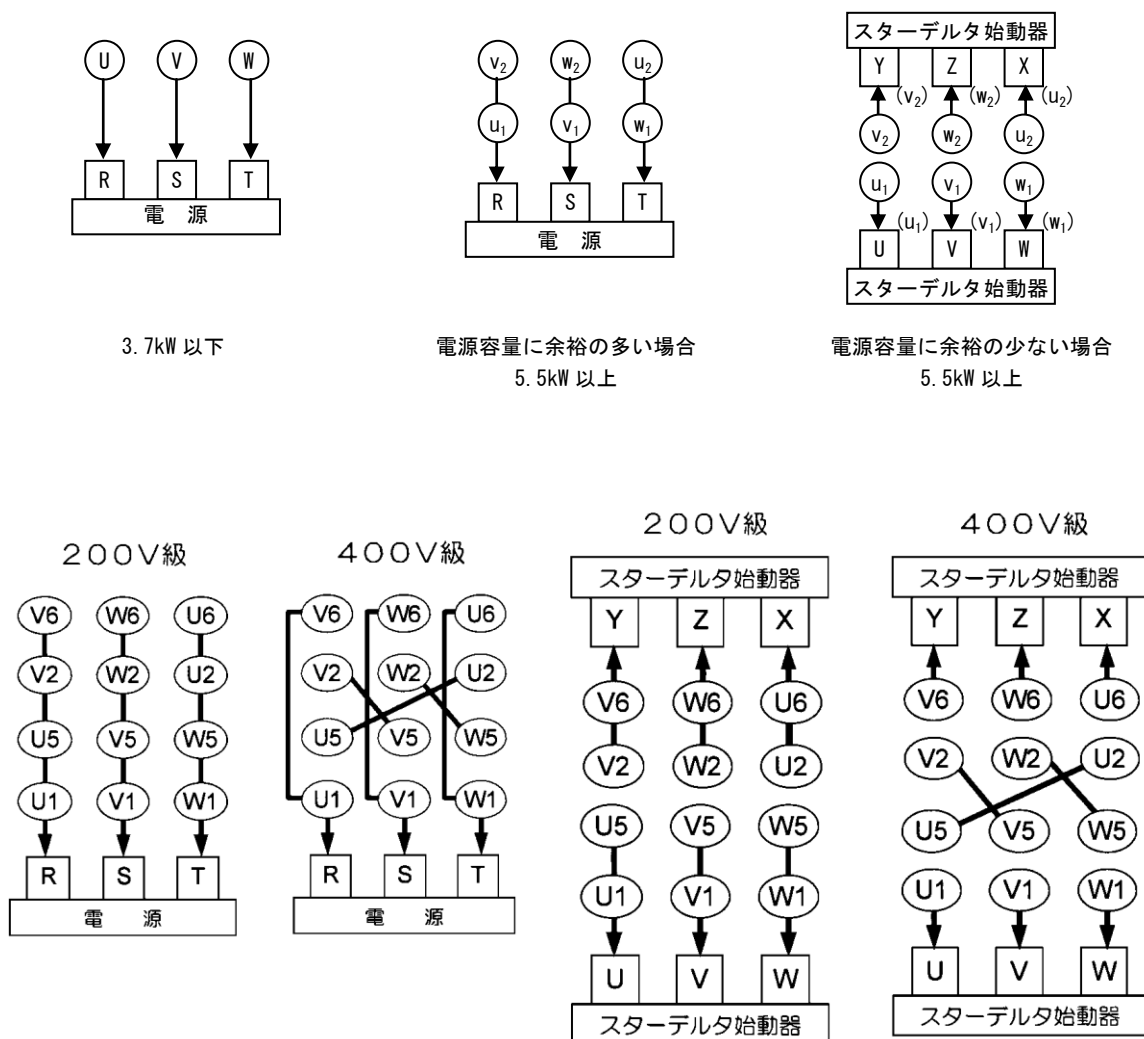

図8：配線接続図(代表例)
- (1) 配線は図8または電動機のターミナルボックス内ぶたに表示された結線図または電動機に附属された取扱説明書に従い、行ってください。